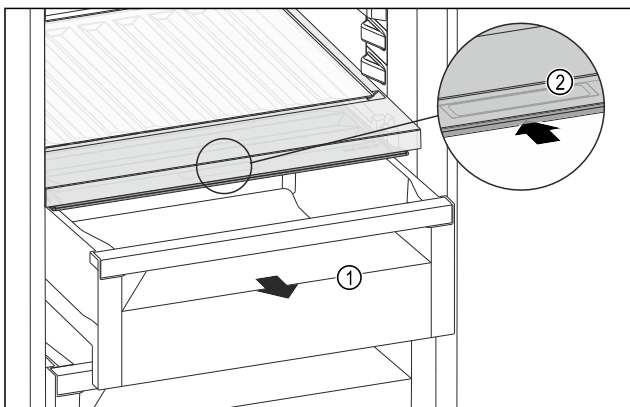

Fig. 148
- ▶ Извлеките выдвижной ящик Fig. 148 (1).
- ▶ Возьмитесь за утопленную ручку Fig. 148 (2) на крышке отделения и одновременно введите крышку отделения назад.